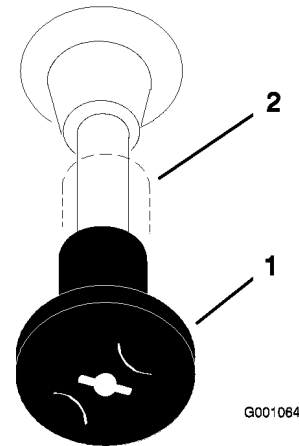

Figura 12
4. Si el motor está frío, mueva el control del estárter a la posición de arranque antes de arrancarlo (Figura 12).
7. Después de que el motor arranque, abra el estérter (Figura 12). Si el motor se cala o funciona irregularmente, vuelva a colocar el estérter en Cerrado durante unos segundos, luego mueva la palanca del acelerador al ajuste deseado. Repita este procedimiento tantas veces como sea necesario.